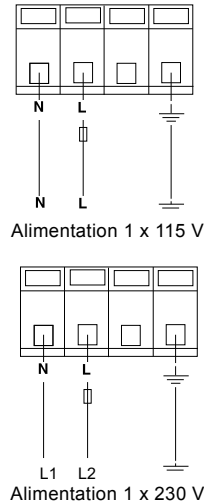

Fig. 4 Alimentation 1 x 115 V et 1 x 230 V
**OU :** Si la pompe est protégée au moyen d'un démarreur de moteur, le démarreur doit être réglé à la consommation de courant de la pompe à la vitesse sélectionnée. Le réglage du démarreur de moteur doit être modifié à CHAQUE FOIS qu'on modifie la vitesse de la pompe. La consommation de courant aux différentes vitesses de fonctionnement est indiquée sur la plaque signalétique de la pompe. Les fig. 4, 6, 7, 9 et 10 indiquent les connexions possibles.
La fig. 4 montre les connexions électriques pour une pompe monophasée avec module de protection.